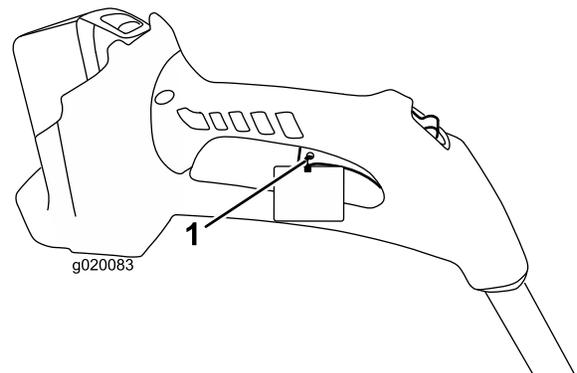

Figura 3
2. Aleje la brida del cuerpo, córtela y retírela del gatillo (Figura 3).